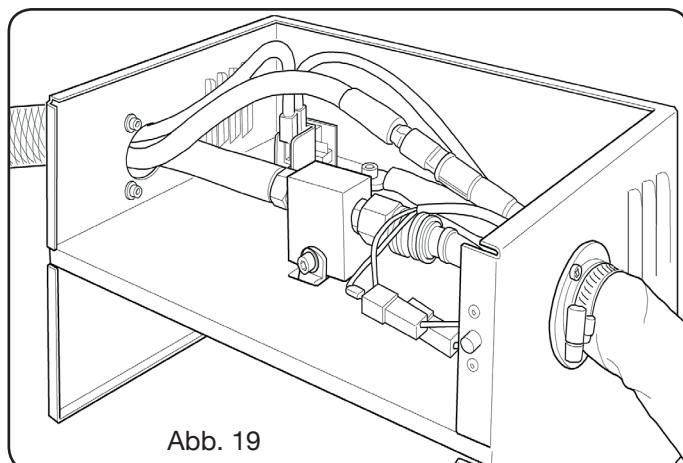

Abb. 19
- Das Kabel des Brenners (Art. 1224, 1225 oder 1237) wie auf der rechten Seite von Abb. 19 gezeigt in das Zündgerät HV19-1 einführen.